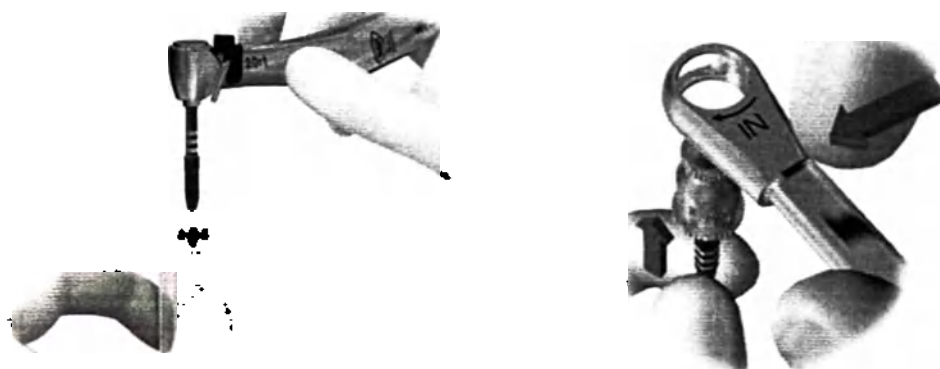

Рис. 2 – Извлечение имплантата
6. Извлеките имплантат при помощи имплантовода (рис.2).